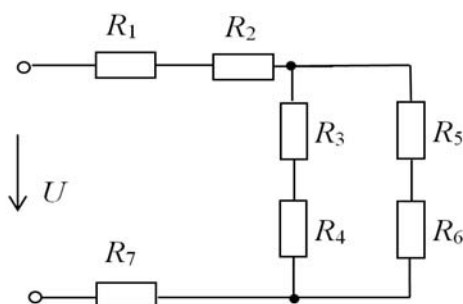

Рисунок 1.1 – Схема электрической цепи к задаче 1
**Задача 1.** Определить токи в ветвях схемы (рисунок 1.1), мощность  $P$ , потребляемую электрической цепью. Исходные данные к задаче (напряжение на зажимах цепи  $U$ , сопротивления резисторов  $R_1 \dots R_6$ ) приведены в таблице 1.1. Осуществить моделирование работы схемы в среде Multisim.